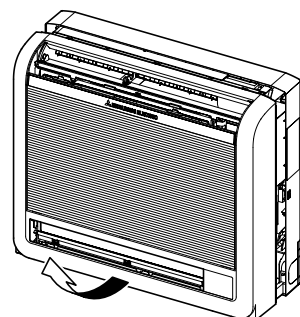

Fig. 3-4
- 4) Levante a grelha frontal para a remover. (Fig. 3-4)